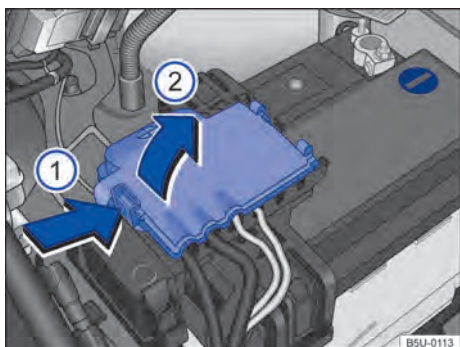

Fig. 170 Compartimento do motor: acesso ao terminal positivo da bateria.
- Abrir a cobertura do polo positivo. Para abrir pressionar a trava no sentido da seta → Fig. 170 (1), rebater a cobertura para o lado no sentido da seta (2).
- Conectar uma extremidade do cabo auxiliar de partida *vermelho* ao polo positivo (+) do veículo com a bateria do veículo descarregada (A) → ⚠.
- Conectar a outra extremidade do cabo auxiliar de partida *vermelho* ao polo positivo (+) da bateria do veículo fornecedora de corrente (B).
- Conectar uma extremidade do cabo auxiliar de partida *preto* ao polo negativo (-) da bateria do veículo fornecedora de corrente (B).
- Conectar a outra extremidade do cabo auxiliar de partida *preto* (X) no veículo com a bateria do veículo descarregada em uma peça maciça de metal aparafusada firmemente ao bloco do motor ou no próprio bloco do motor - porém não nas proximidades da bateria (A) → ⚠.